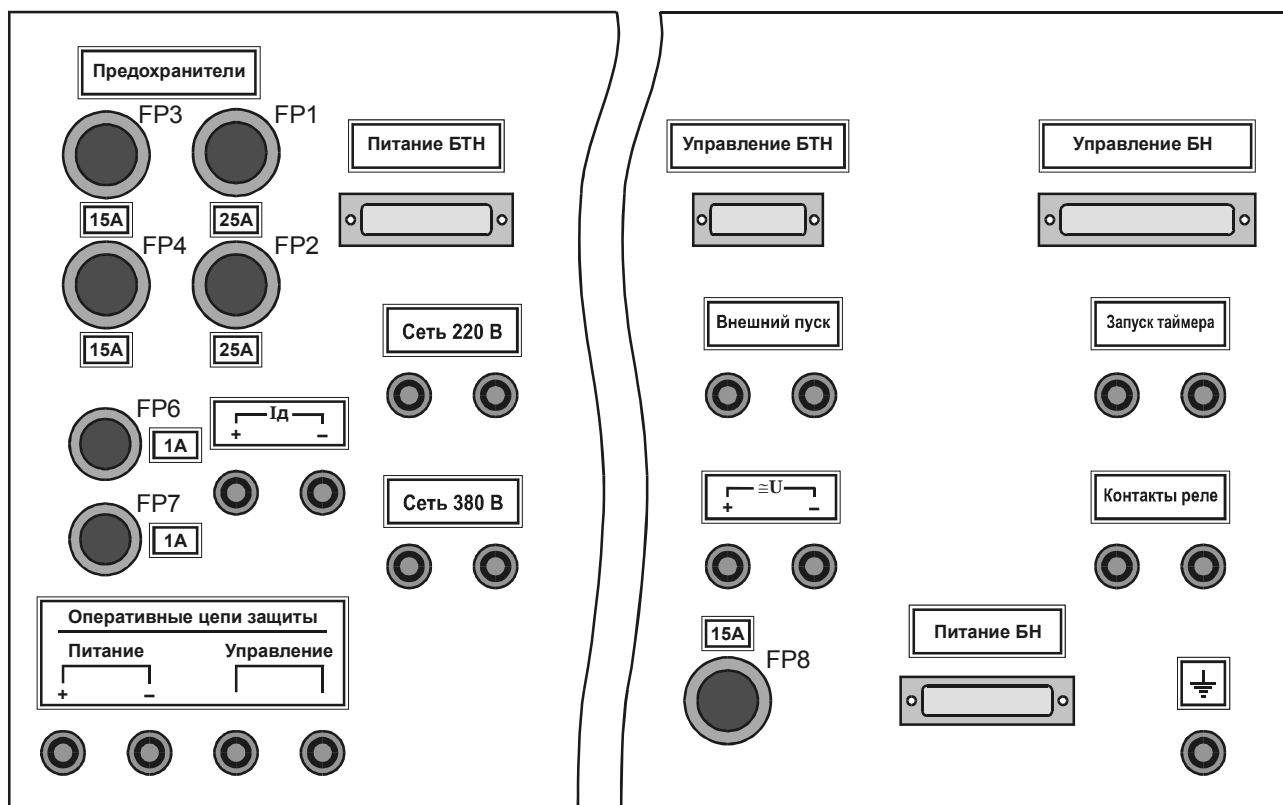

Рис. 3. Задняя панель блока регулировочного.
6.2.4. Задняя панель блока регулировочного показана на рис. 3.